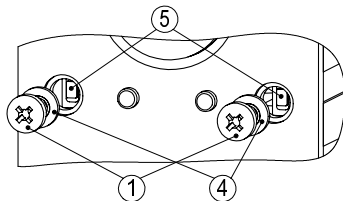

Abb. 7: Tiptasten
- Schutzartbedingt dürfen lediglich die Kreuzschlitzschrauben (1) gelöst werden (siehe Abb. 7).
- Bei gelösten Schrauben (1) des Verschlussdeckels ist die Schutzart des AG03 nicht mehr gewährleistet.
- Durch Betätigen der Tasten (5) wird zwischen Rechtslauf oder Linkslauf umgeschaltet (detaillierte Beschreibung siehe Handbuch).
- Bei Wiedermontage der Schrauben (1) auf korrekten Sitz der Dichtungen (4) achten!